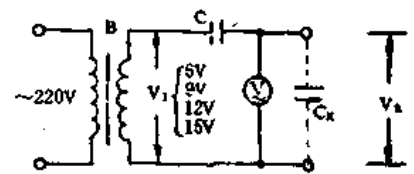

图 2-19
(4)考虑到部分维修人员没有自耦变压器,可采用图 2-19 所示的另一种测试电路。变压器 B 可用收录机中的降压变压器代替,如 6V、9V、12V、15V 等变压器任选一种。这种测试电路的输入电源电压  $V_1$  是固定的低电压,所以测试起来更为简单方便和安全,方法同上。只是测试的容量范围有限,不如上述采用自耦式变压器电路灵活。